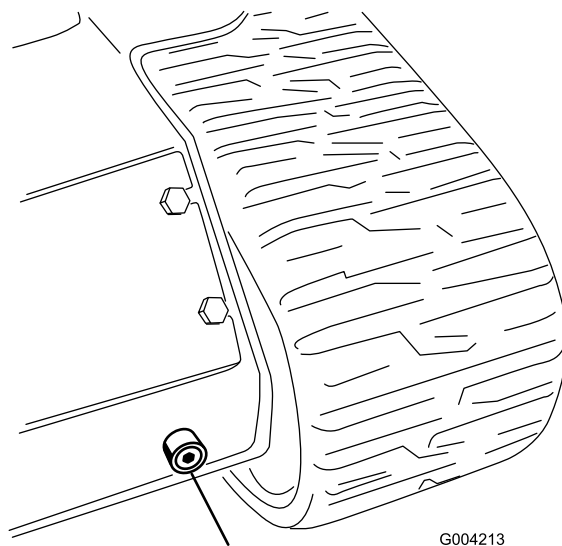

Figure 58
7. Retirez le bouchon de vidange pour permettre à l'huile de s'écouler dans le bac de vidange (Figure 58).
6. Placer un grand bac de vidange (d'au moins 56 litres de capacité) sous le bouchon de vidange à l'avant de la machine (Figure 58).